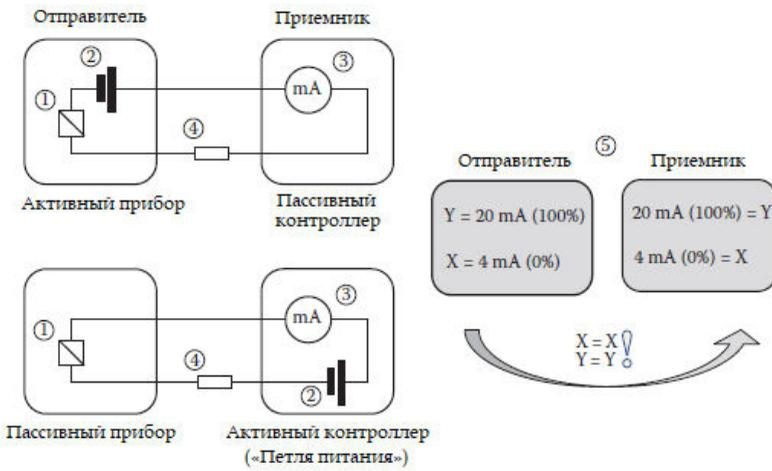

Рисунок 7.2
Это приводит к общему вопросу для всех терминалов 4-20 мА: – Выходной сигнал, активный или пассивный? Это необходимо знать перед подключением приемника или индикатора: для активного выхода потребуется пассивный индикатор, а для пассивного выхода – активный индикатор. На рис. 7.2 показано, что основным отличием является расположение источника питания (2). Генератор измеряемых величин (1), а также индикатор или приемник (3) остаются на прежнем месте. Общее сопротивление (4) в контуре ни в коем случае не должно превышать максимального предела. Когда соединение будет готово, необходимо также убедиться в правильности конфигурации. Диапазон измерений в большинстве случаев устанавливается как в отправителе, так и в получателе, и оба конца должны иметь одинаковые значения.